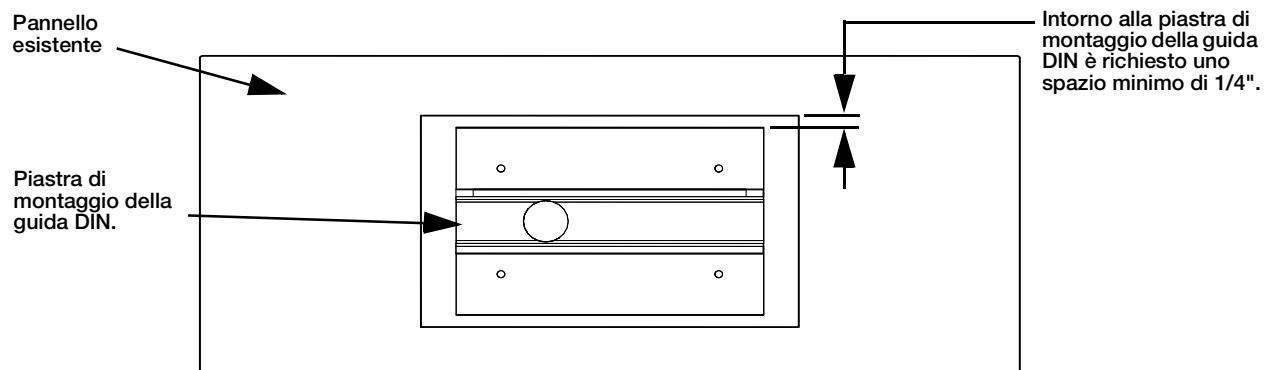

Figura 2. Allargare l'apertura (se necessario)
1. Usando la piastra di montaggio della guida DIN come guida, marcare il pannello per tagliare l'apertura nella misura richiesta. La distanza fra la piastra di montaggio e l'apertura nel pannello dovrebbe essere di almeno 1/4". Vedere la Figura 2.